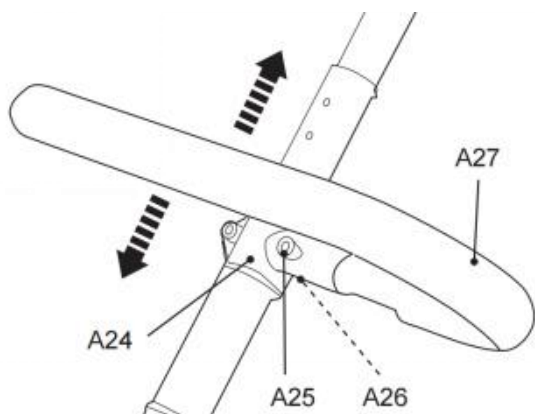

Fig. 35
2. Deslice el soporte (A24) hacia arriba o hacia abajo a una de las tres posiciones hasta que los orificios de montaje estén alineados (Fig. 35).